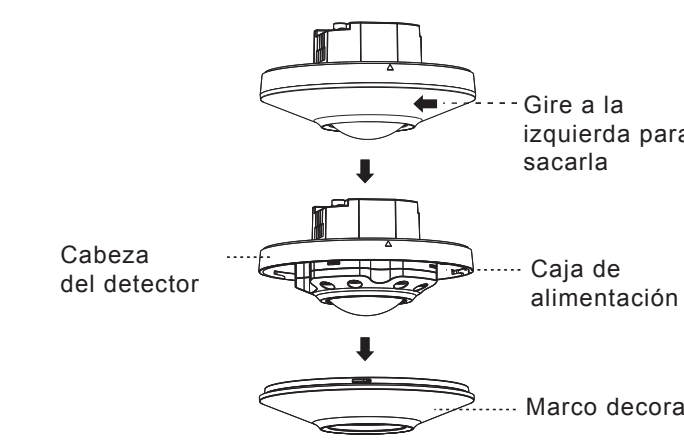

FIG. 6
3.4.1.1 Retire el marco decorativo de los detectores (ver FIG. 6).
- 3.4.1.4 Fijar el marco decorativo (ver FIG. 6).